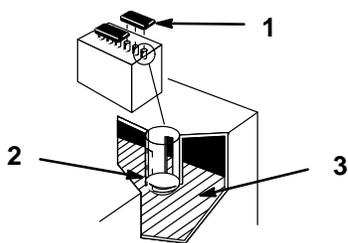

Abbildung 52
1. Die Abdeckungen öffnen, um in die Zellen zu sehen. Die Füllsäure muß bis zum unteren Teil der Röhre reichen (Abb. 52). Der Füllsäurestand darf nicht unter die Platten fallen. (Abb. 52).
2. Die Verschlußdeckel herunterheben (Abb. 52).
3. Langsam destilliertes Wasser in jede Batteriezelle gießen, bis die Flüssigkeit bis zum unteren Teil der Röhre reicht (Abb. 52).